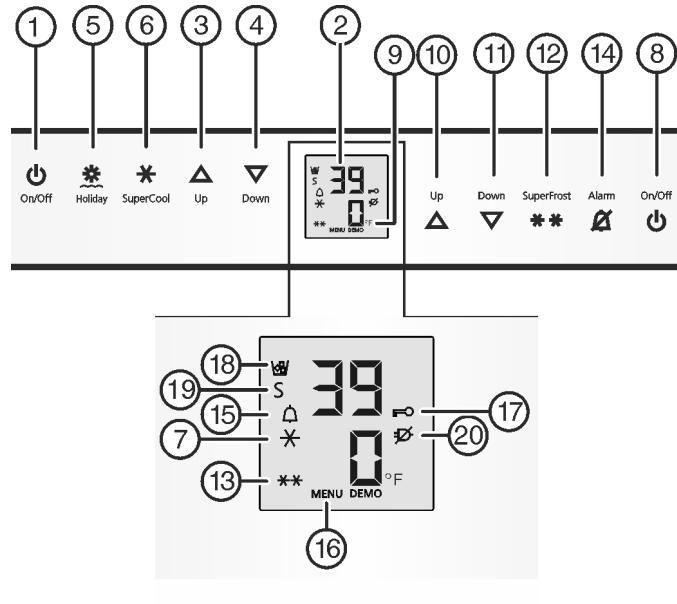

Fig. 3
- Pulse la tecla On/Off del compartimento congelador Fig. 3 (8).
- Pulse la tecla On/Off del compartimento congelador Fig. 3 (1).
- Activación del modo de ajuste: pulse la tecla SuperFrost Fig. 3 (12) durante 5 seg. aproximadamente.
- ▷ El símbolo de menú Fig. 3 (16) se ilumina.
- Utilice la tecla de ajuste Up del compartimiento Congelador Fig. 3 (10)/ la tecla de ajuste Down del compartimiento Congelador Fig. 3 (11) para seleccionar °.
- Confirmación: Pulse la tecla SuperFrost Fig. 3 (12) brevemente.
- Utilice la tecla de ajuste Up del compartimiento Congelador Fig. 3 (10)/ la tecla de ajuste Down del compartimiento Congelador Fig. 3 (11) para seleccionar °F o °C.
- Desactivación del modo de ajuste: Pulse la tecla On/Off Fig. 3 (8) del compartimiento Congelador.
- Activar el modo de ajuste: pulse la tecla SuperFrost Fig. 3 (12) durante aprox. 5 s.
- Con la tecla de ajuste Up del compartimento Congelador Fig. 3 (10) o la tecla de ajuste Down del compartimento Congelador Fig. 3 (11), seleccione **c**.
- Pulse brevemente la tecla SuperFrost Fig. 3 (12) para confirmar.
- Para activar el bloqueo contra la manipulación por niños, pulse brevemente la tecla SuperFrost Fig. 3 (12).
- ▷ El símbolo del bloqueo contra la manipulación por niños Fig. 3 (17) se ilumina. En el indicador parpadea **c**.
- Para desactivar el bloqueo contra la manipulación por niños, pulse brevemente la tecla SuperFrost Fig. 3 (12).
- ▷ El símbolo del bloqueo contra la manipulación por niños Fig. 3 (17) se apaga. En el indicador parpadea **c**.
- Desactivar el modo de ajuste: pulse la tecla On/Off del compartimiento Congelador Fig. 3 (8).
- Pulse la tecla Alarm Fig. 3 (14).
Simultáneamente, parpadea la indicación de temperatura y el símbolo de alarma Fig. 3 (15).
El tono de aviso se desactiva automáticamente, el símbolo de alarma Fig. 3 (15) se apaga y la indicación de temperatura deja de parpadear cuando la temperatura vuelve a descender lo suficiente.